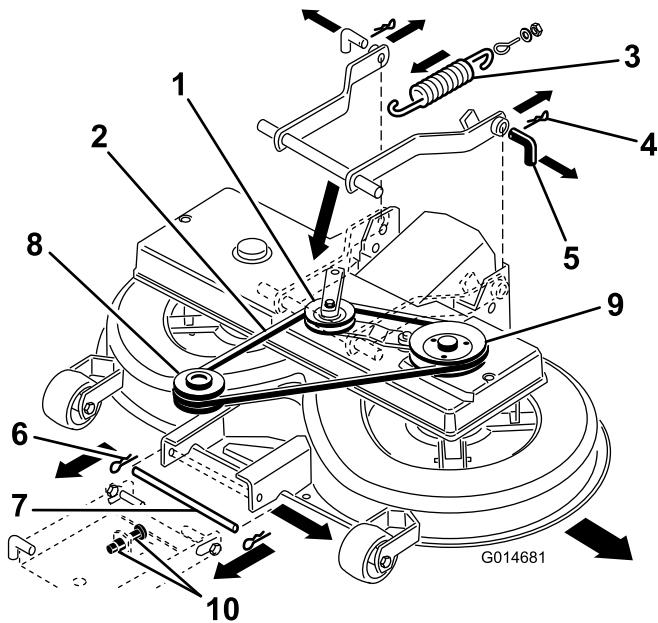

Figura 41
8. Tire del brazo tensor hacia dentro y retire la correa en V de la polea (Figura 41).
9. Desconecte el muelle de la palanca (Figura 41).
11. Retire las chavetas de los 2 pasadores traseros y retire los pasadores (Figura 41).
12. Retire la chaveta del pasador delantero y retire el pasador (Figura 41).
13. Retire la correa en V de la polea del motor (Figura 41).
7. Mueva el pasador inferior de la suspensión delantera a la posición inferior de las ranuras, ajustando las dos tuercas M12 de la suspensión delantera (Figura 41).